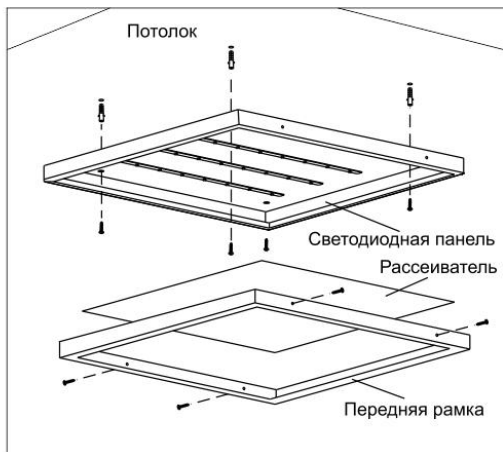

Рисунок 1
- снять с панели переднюю рамку и рассеиватель (рисунок 1);
2.2 Накладной монтаж светодиодной панели осуществлять непосредственно на поверхность потолка с креплением светильника через отверстия в корпусе (рисунок 1). Крепёж для накладного способа монтажа в комплекте не поставляется.